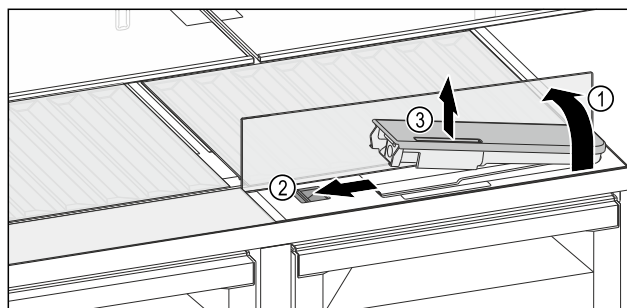

Fig. 142
- ▶ Підняти скляну панель і відкинути до упору назад Fig. 142 (1).
- ▶ Посуньте повзунок Fig. 142 (2) уліво.
- ▶ Вийняти бак для води Fig. 142 (3).